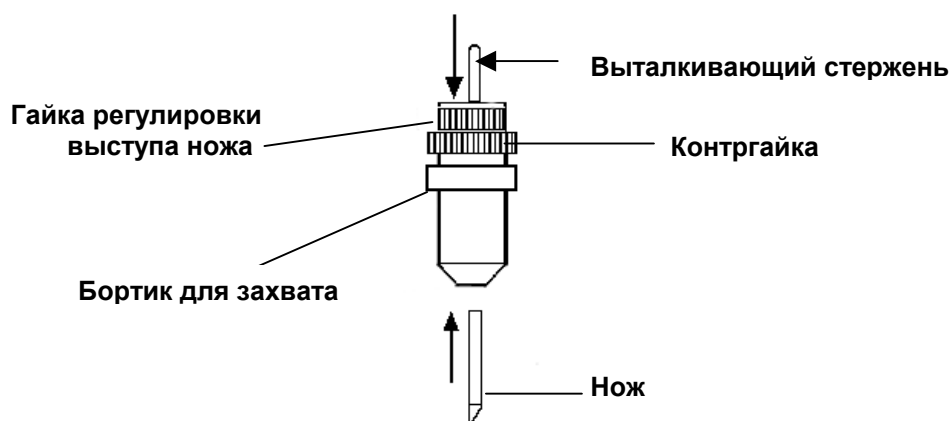

Рис. 2-10. Держатель ножа.
На рис. 2-10 изображен держатель ножа. Нож вставляется в отверстие в нижней части держателя до упора, а извлекается путем нажатия на выталкивающий стержень сверху. Будьте осторожны – не пораньте пальцы о лезвие ножа.
- Когда требуется замена ножа, нажмите кнопку на держателе и выньте нож. См. рис.2-10